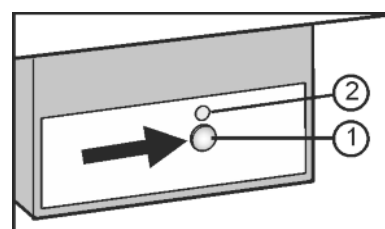

Fig. 20
- Taste On/Off Fig. 20 (1) drücken, so dass die LED Fig. 20 (2) leuchtet.